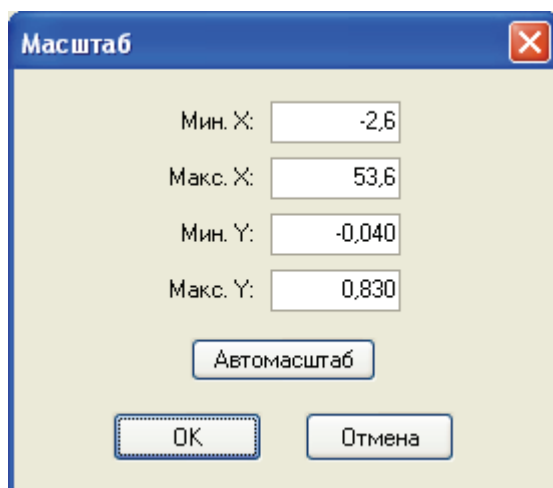

Рисунок 7 – Окно масштабирования графика.
- **Кнопка «Масштабировать график»** - . Вызывает окно масштабирования графика (Рисунок 7), где вручную можно задать значения минимумов и максимумов обеих осей координат. Также имеется кнопка «Автомасштаб», при нажатии на которую программа предложит автоматически рассчитанные значения.